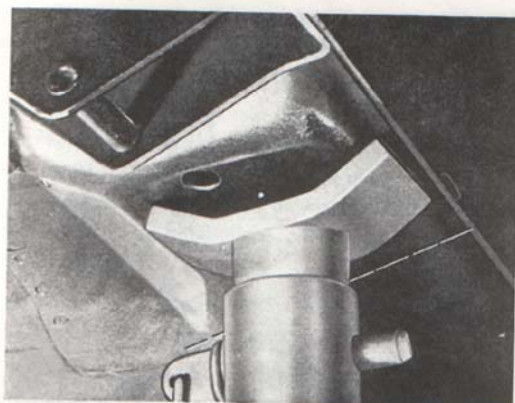

Bild 12. Placering av pallbock 140-serien
10. Palla upp vagnen med fyra bockar (för 140-serien under främre domkraftsfäste och framför bakre domkraftsfästet enl. bild 12).